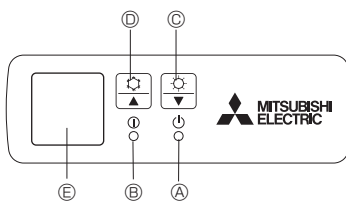

Fig. 5-1
[Fig. 5-1] ① DEFROST/STAND BY (Enteisen/Betriebsbereitschaft)-Kontrolllampe
② Betriebskontrolllampe
③ Notbetriebsschalter (heizen)
④ Notbetriebsschalter (kühlen)
⑤ Empfänger